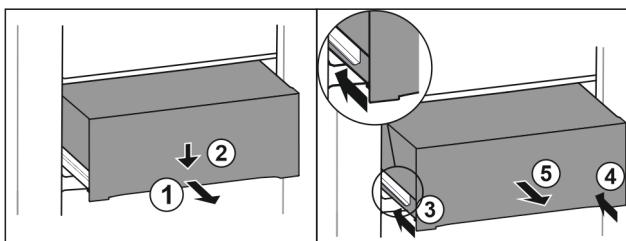

Fig. 97
- Витягніть ящик на половину. Fig. 97 (1)
- Спрямуйте висувний ящик вниз спереду. Fig. 97 (2)
- Вставте ліву рейку приблизно на 2 см. Fig. 97 (3)
- Вставте праву рейку приблизно на 2 см. Fig. 97 (4)
- Вийняти висувний ящик рухом вперед. Fig. 97 (5)